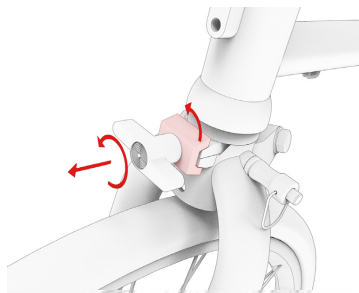

Fig. 2.1
- ① Ouvrez l'écrou papillon du verrou de la fourche (dans le sens inverse des aiguilles d'une montre) et tournez le verrou de 90 degrés en position verticale (Fig. 2.1).